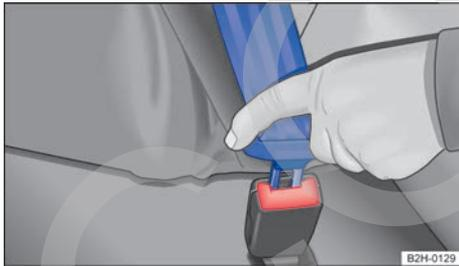

Fig. 52 Insertar la lengüeta del cinturón abdominal en el cierre del mismo.
- Inserte bien la lengüeta del cinturón en el cierre del cinturón correspondiente a la plaza ⇒ fig. 52.